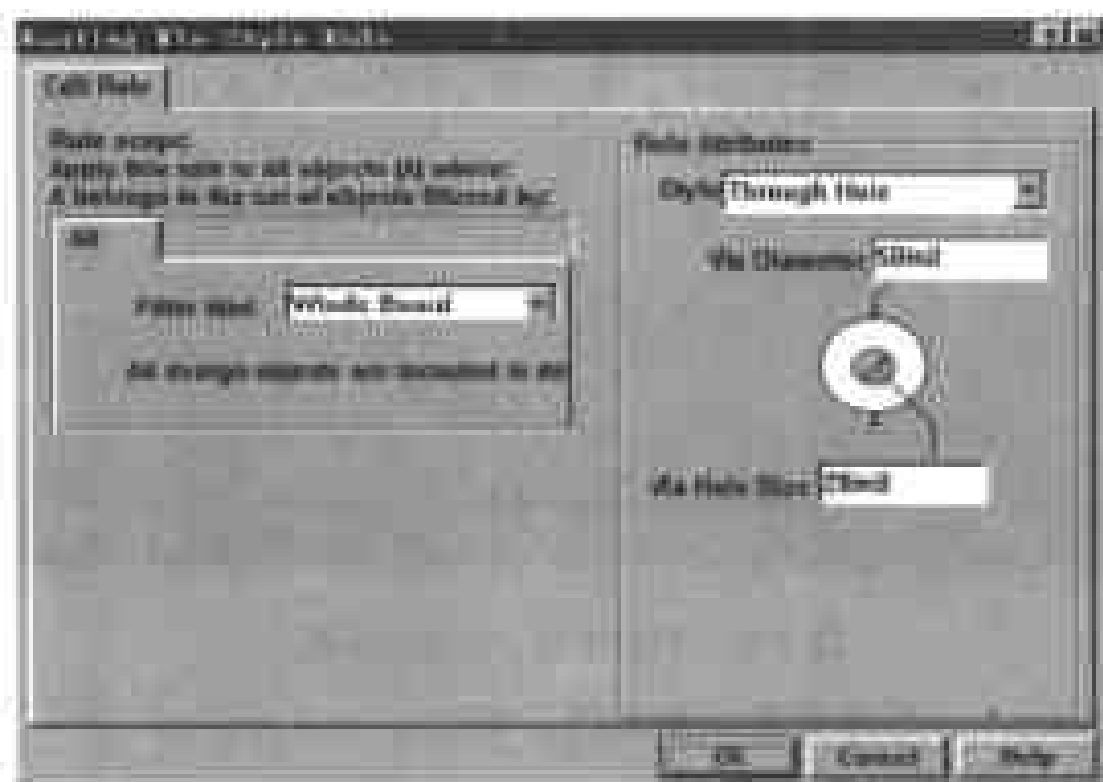

图 9-13 设置过孔形式的对话框
(2) 在这一对话框下部的方框中包含了 4 个选项,分别对应于此规则的适用范围、钻孔孔径、过孔宽度、过孔样式。如果用户需要设置新的规则,可以单击对话框底部的 Add 命令按钮,弹出如图 9-13 所示的对话框。